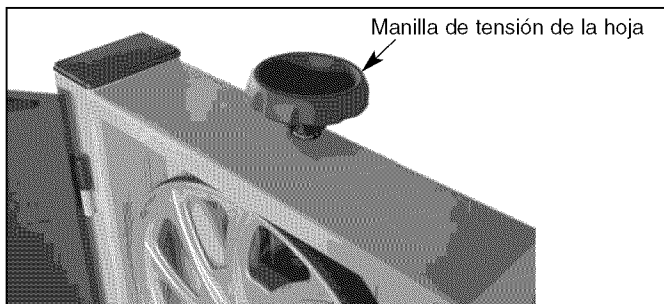

Figura 21 – Ajuste la Tensión de la Hoja
- Gire hacia la izquierda la manilla de tensión de la hoja en la parte superior del alojamiento de la rueda superior para aflojar la tensión de la hoja hasta que la hoja de la sierra se haya destensado (visto desde arriba). Véase la Figura 21.